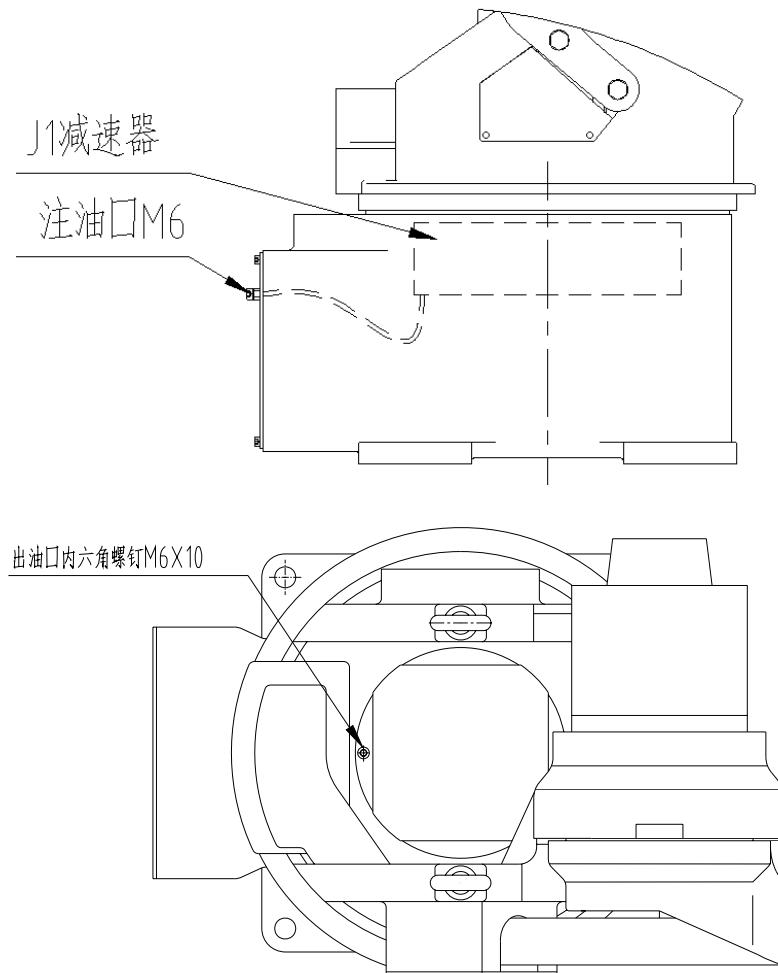

图 11 J1 轴减速机局部结构
#### (1) 油脂补充步骤 (参考 图 11 J1 轴减速机局部结构)
③ 安装注油口堵塞；
④ 安装出油口堵塞前，运动 J1 轴几分钟，使多余的油脂从出油口排出；
⑤ 用布擦净从出油口排出的多余油脂，安装出油口堵塞。
## (2) 油脂更换步骤（参考 图 11 J1 轴减速机局部结构）